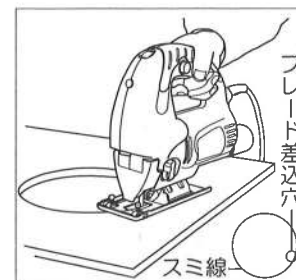

図17
- スミ線ぎりぎりにドリルでブレードが入る穴をあけ、中にブレードを差入れて切り抜いてください。(図17参照)